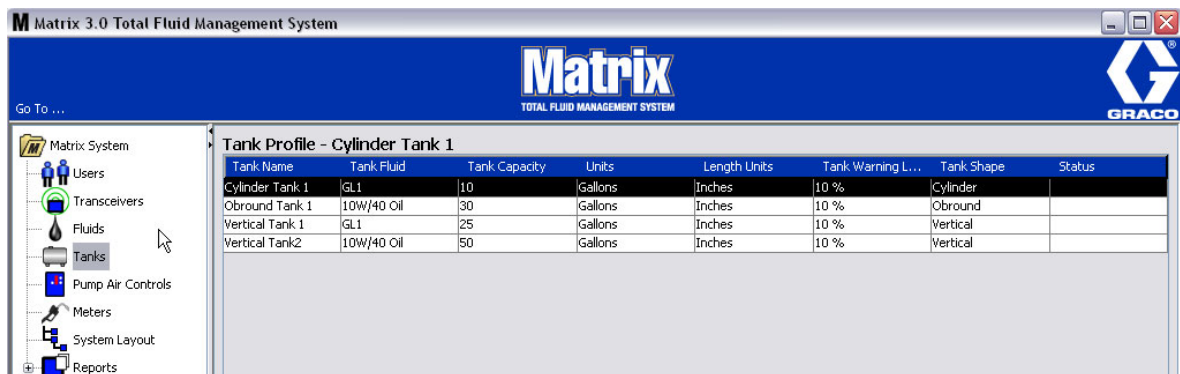

FIG. 75
1. Cuando se haya proporcionado toda la información requerida del perfil del tanque, haga clic en Aceptar para cerrar la pantalla y guardar los cambios. El tanque se agrega a la lista como se representa en la FIG. 75.
2. Para modificar el Perfil de tanque (FIG. 75) seleccione la entrada que aparece en la lista de la pantalla principal Tanques, tal como se representa en la FIG. 75.